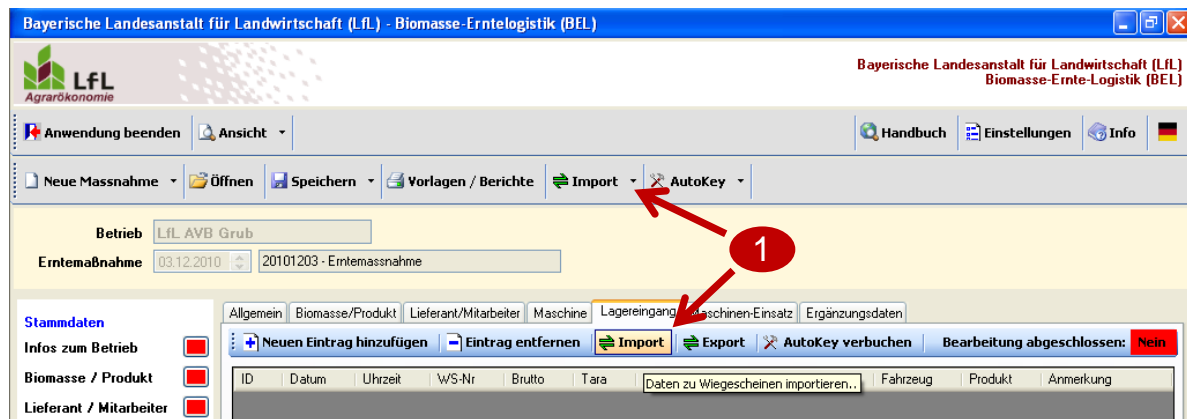

Abbildung 3: Zwei Möglichkeiten für den Importaufruf
- Der Import kann in der Befehlsleiste oder in der jeweils zu importierenden Kategorie aufgerufen werden (Nr. 1 in Abbildung 3).